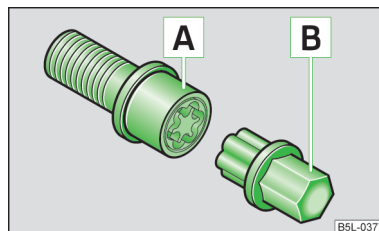

Fig. 119
- Stik adapterens » Fig. 119 side med tænder helt ind i låseboltens indvendige tænder, så det kun er den udvendige sekskant, der rager ud.